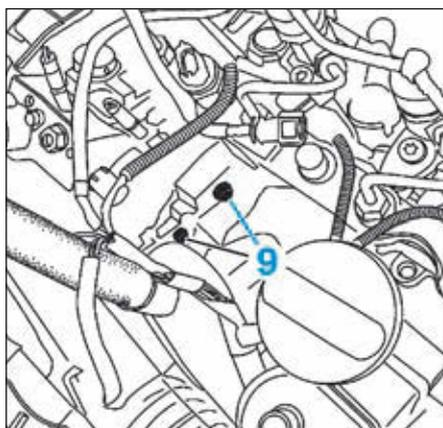

FIG.29
- les vis (9) du support arrière de pompe haute pression (Fig.29),